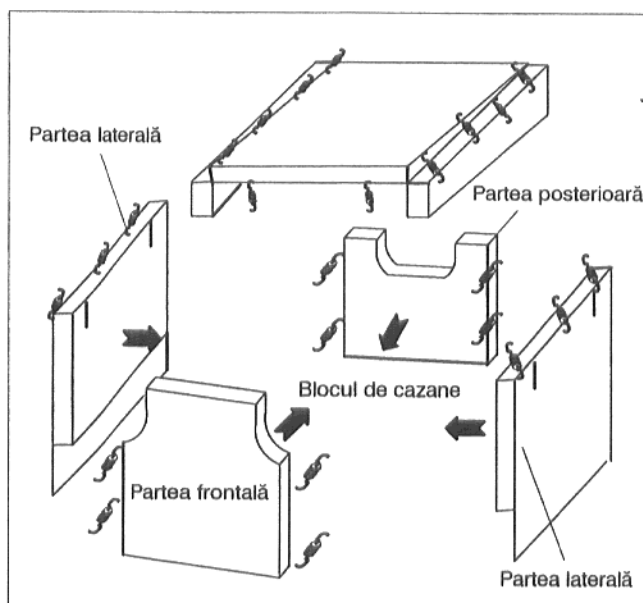

Fig. 28
- Izolația termică de la partea laterală a blocului de cazane (izolație termică tăiată dreptunghiular) se va presa de marginile blocului de cazane și se va agăța cu arcurile de fixare la părțile laterale ale izolației termice a colectorului de gaze de ardere (Fig. 28/28a).
- Izolația termică se va presa la partea frontală a blocului de cazane și se va suspenda cu arcurile de fixare la izolația termică învecinată (Fig. 28/28a). Izolația termică se va fixa de asemenea jos.